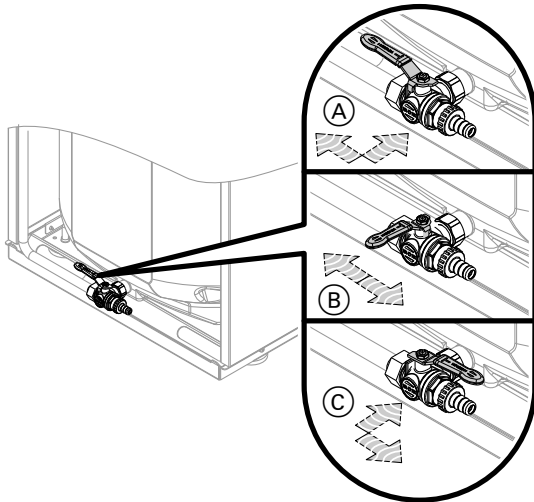

Abb. 77
3. Bedienhebel des Füll- und Entleerungshahns in Stellung „vorn“ drehen: Siehe Abb. 77 auf Seite 92.
5. Bedienhebel des Füll- und Entleerungshahns zurück in Stellung „links“ drehen: Siehe Abb. 77 auf Seite 92.